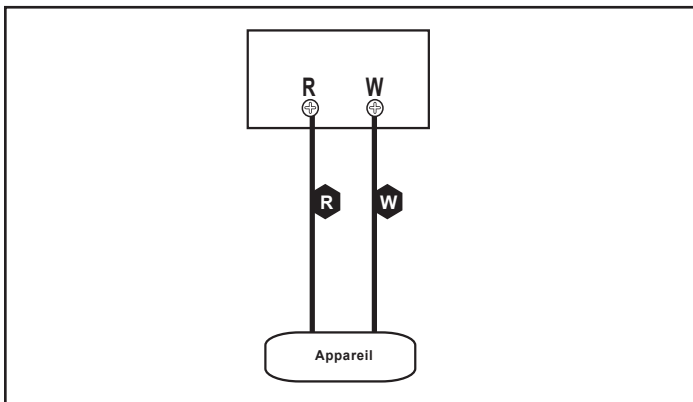

Figure 23.1
1. Connectez le fil de votre thermostat aux bornes W et R (Figure 23.1).